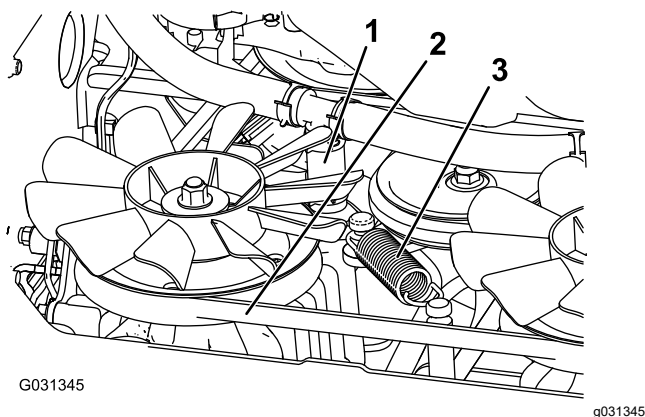

Figura 74
5. Retire la manguera hidráulica inferior (Figura 74).
6. Retire el muelle tensor (Figura 74).
7. Retire la correa de transmisión del embrague y del tope del embrague (Figura 74).